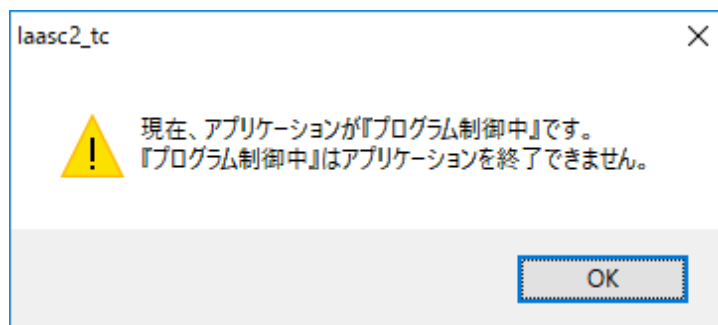

図 3-11 プログラム制御実行中の終了時ダイアログ
## ①プログラム制御実行中の場合、ダイアログが表示されます。(図 3-11)